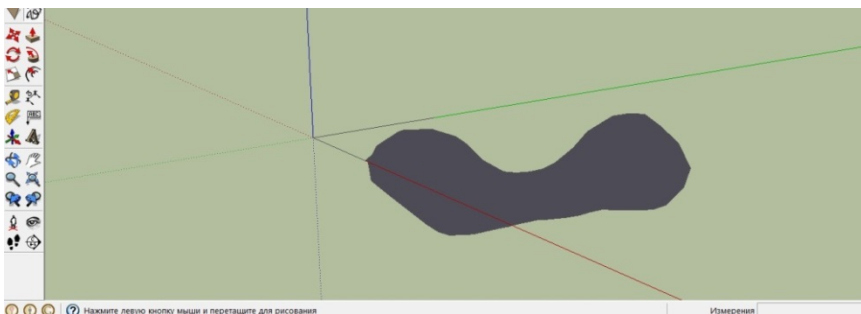

Рисунок 3.9
3. Далі для побудови кривої переміщуємо показчик по бажаній траєкторії. Щоб завершити побудову, відпускаємо кнопку миші (рис. 3.9).